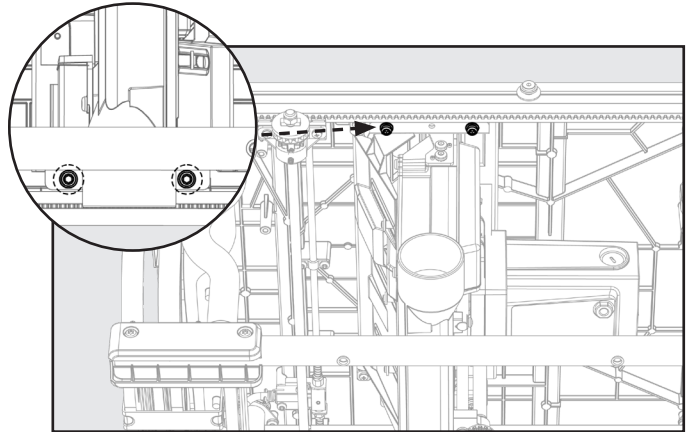

FIGURE 25
4. À l'aide d'une clé hexagonale de 5mm, desserrez les boulons du tourillon arrière d'un demi-tour, situés sous le plateau de la table. Voir la Figure 25.